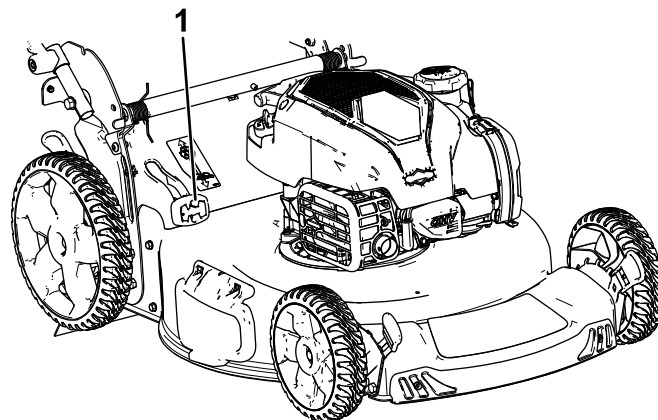

Figura 18
- **Se desejar recolher relva e aparas**, prima o botão na alavanca de uso do saco a pedido e desloque a alavanca para a frente até que o botão saia (Figura 18).